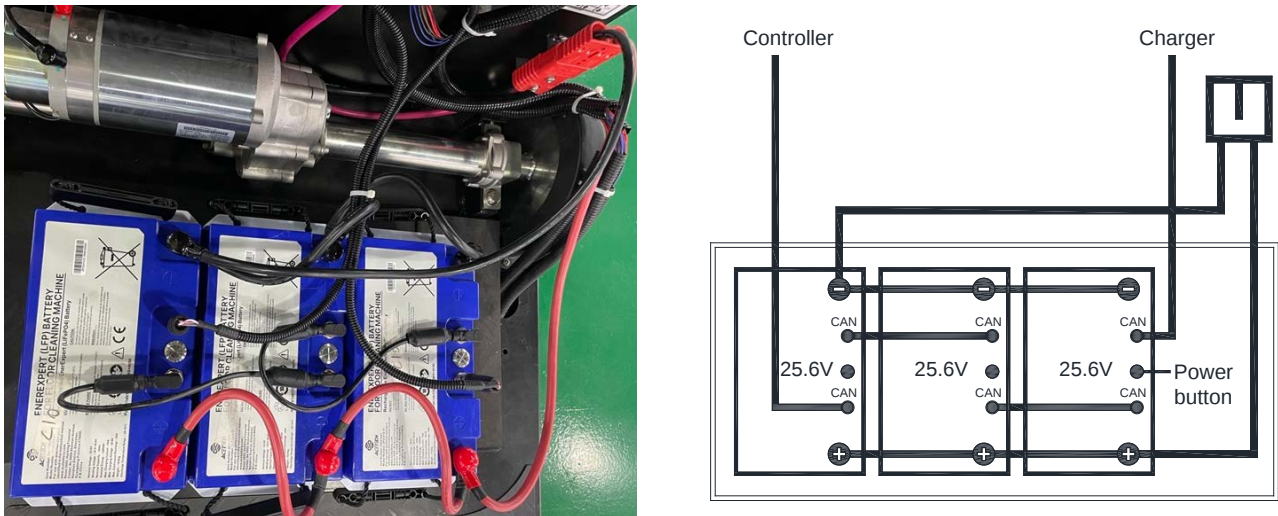

Figura 57
3. La máquina está equipada con los cables de batería adecuados para instalar 3 o 4 baterías ACE. Coloque con cuidado las baterías en el compartimiento, a continuación instale el cable de la batería como se indica en la Figura 57 y apriete cuidadosamente la tuerca en cada uno de los terminales de la batería.